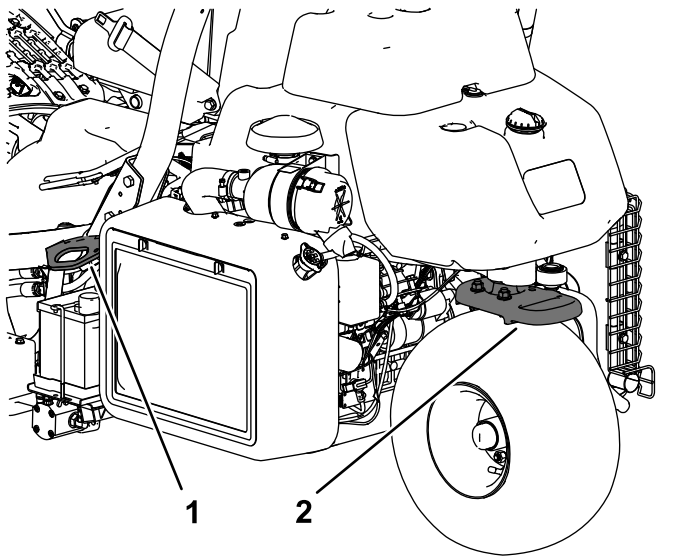

Figura 27
- Fissate saldamente la macchina con cinghie, catene, capi o corde. Le cinghie anteriori e posteriori dovranno essere rivolte verso il basso e all'esterno rispetto alla macchina (Figura 27).